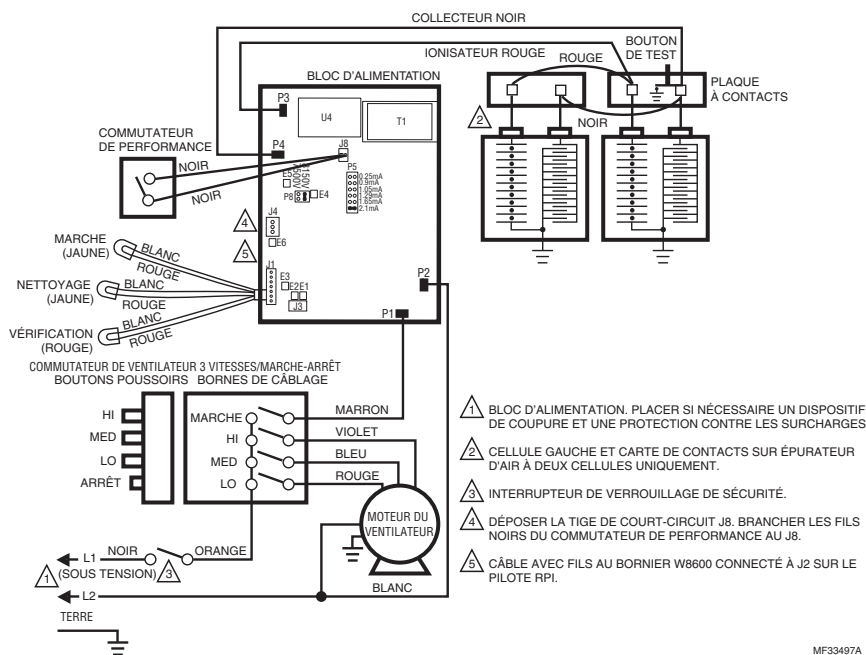

Fig. 20. Diagramme de F90, équipement d'origine/modernisé.
- ❑ Lors du remplacement de l'alimentation, consulter le schéma de câblage approprié. Voir les Fig. 7 à Fig. 20.
- ❑ Brancher les fils aux bornes à connexion rapide du nouveau bloc. Voir les Fig. 7 à Fig. 20.
Lorsqu'il est appuyé, le bouton de test court-circuite la tension du collecteur vers la masse. Voir les schémas internes, Fig. 7 à Fig. 20. Les sons d'arc qui en résultent indiquent qu'une haute tension alimente le collecteur. L'alimentation à semi-conducteur contrôle le courant vers le collecteur.